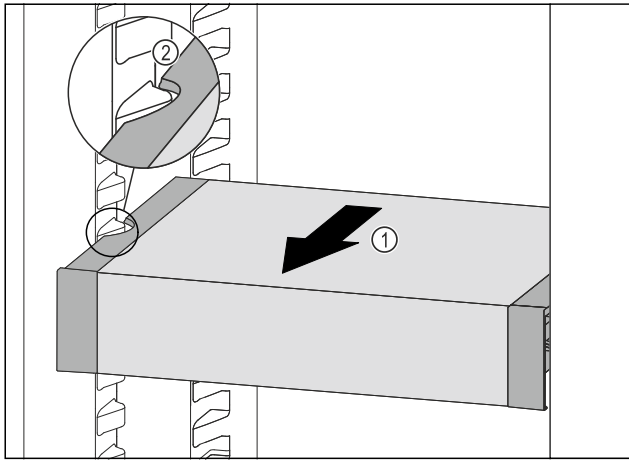

Fig. 113
► 向前拉动 VarioSafe Fig. 113 (1)，直至 VarioSafe 的侧部凹槽与冷藏区中的容器肋梁持平。 Fig. 113 (2)